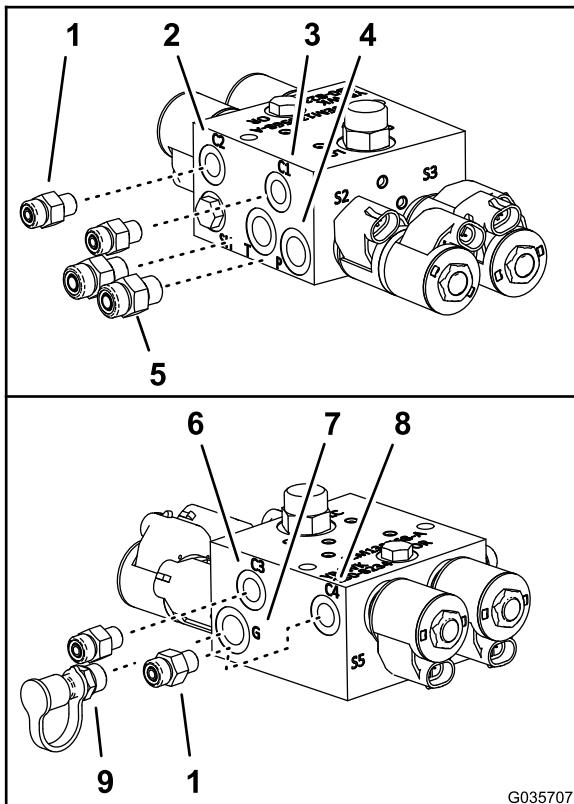

图 11
5. 在新提升油缸歧管处将您在步骤 3 中拆下的直通液压接头 图 11 装入 P 端口和 T 端口。
6. 将超声波喷洒臂平整组件的 4 个直通液压接头装入新提升油缸歧管的 C1、C2、C3 和 C4 端口 图 11。
7. 将您在步骤 4 中拆下的诊断接头和接头帽装入新提升油缸歧管的 G 端口 图 11。